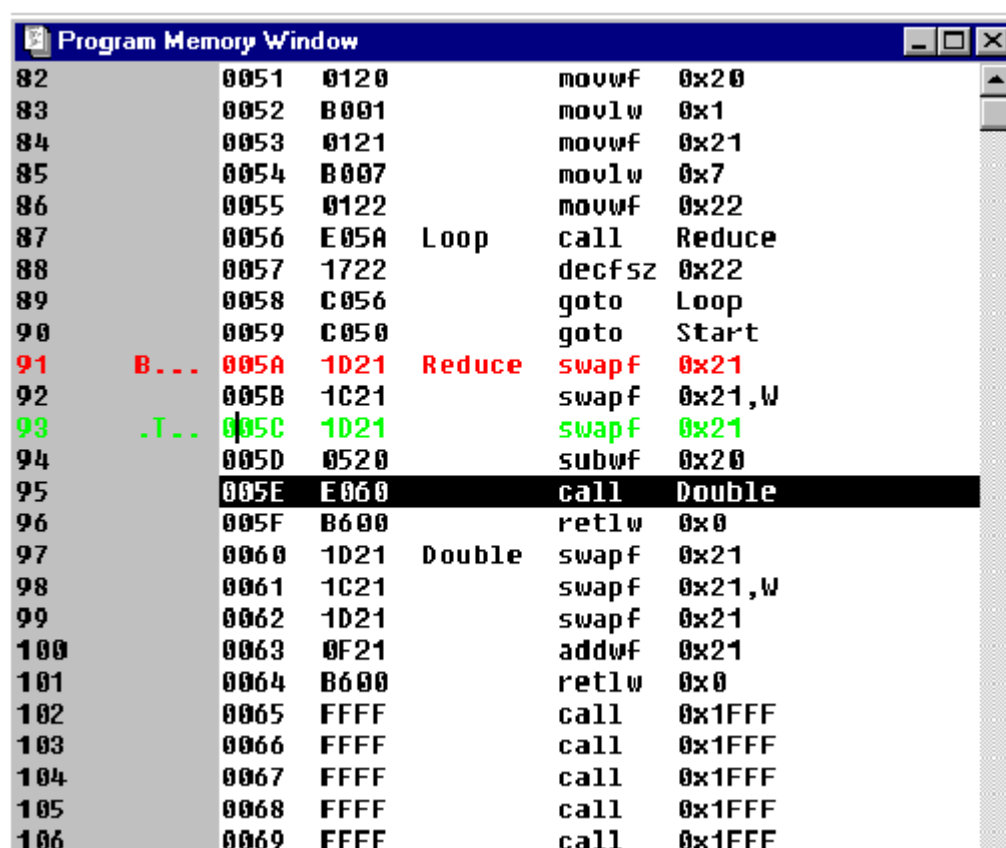

图 7-60: 程序存储器窗口 - 显示机器代码
- **Machine Code Display** – 这种方式显示不带符号的反汇编 HEX 代码。（见图 7-60）